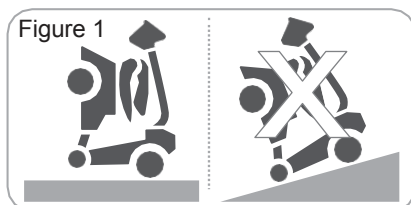

Figure 1
- Le frein n'est pas opérationnel lorsque le scooter est en position pliée et à la verticale. Ne placez pas le scooter plié à la verticale sur une pente afin d'éviter tout déplacement involontaire et tout risque de blessure (figure 1).